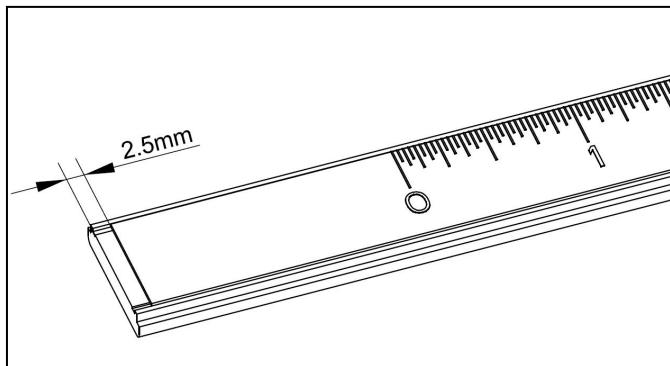

Abb. 7-3
Dieses Produkt wird mit je einem Satz langer und kurzer Skalen geliefert, jeweils mit imperialen und metrischen Spezifikationen in jedem Satz. Benutzer können sie bei Bedarf einfügen. Wie in Abbildung 7-3 gezeigt, positionieren Sie beim Einfügen der Skala die Kante der Skala 2,5 mm innerhalb der Skalengrundplatte; kleben Sie sie zentral in Richtung der Breite ein.
Die Skala ist mit Anschlägen an beiden Enden ausgestattet, wie in Abbildung 7-3 dargestellt. Um den Anschlag in die hohe Position zu bringen, richten Sie die Skala mit dem "HOCH"-Anschlag aus. Für die niedrige Position richten Sie sie mit dem "TIEF"-Anschlag aus. Bevor Sie sie verwenden, befolgen Sie diese Schritte, um die Position der Skalenanschläge zu kalibrieren:
1. Lockern Sie die beiden M4-Stellschrauben am Skalenanschlag mit einem 2mm-Inbusschlüssel, wie in Abbildung 7-3 gezeigt. Bewegen Sie den Skalenanschlag in eine Position weg von der Skala und ziehen Sie dann die Stellschraube erneut fest.